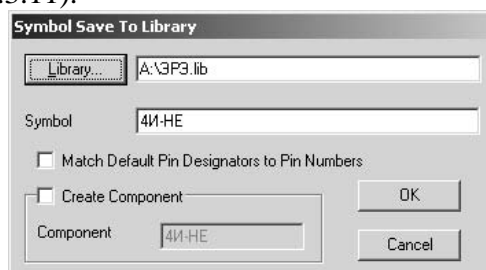

Рис.2.3.11
- Записать созданное УГО логического элемента в библиотеку. Для этого выполнить команду **Save**. В появившемся окне щелкнуть по кнопке Library и в открывшемся окне выбрать созданную ранее библиотеку ЭРЭ.lib. В поле Symbol набрать имя элемента «4И-НЕ» и нажать кнопку ОК (рис.2.3.11).